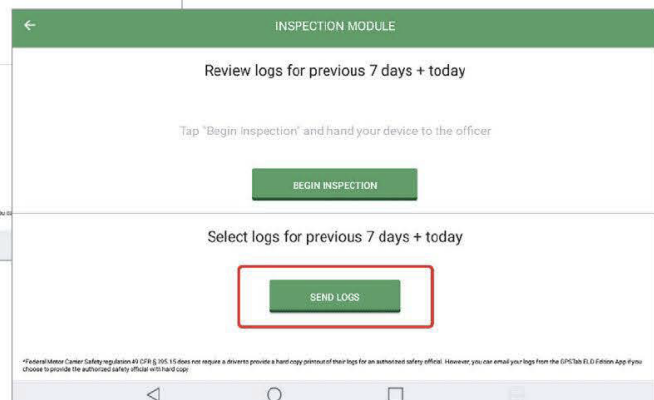

IMAGEN 21
2. Pulsa “Comenzar inspección” y entrega tu dispositivo al oficial (imagen 21) y/o pulsa “Enviar registros” para enviar el informe por correo electrónico (imagen 21).